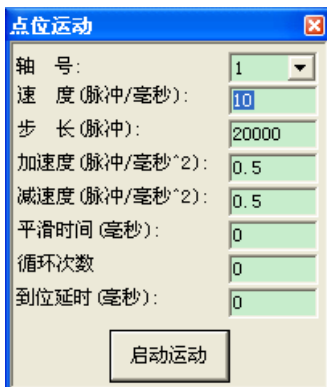

图 4-15 点位运动模块界面
- (1) 请确认控制器与端子板、端子板与驱动器之间已正确可靠地连接。
- (2) 请点击主界面菜单“视图”->“点位运动”，将会弹出点位运动模块对话框。如图4-15所示。
- (3) 选择控制轴号。然后输入运动参数，包括速度、步长、加速度、减速度及平滑时间。速度大于零、步长可正可负（正负决定运动方向）、加速度、减速度必须大于零、平滑时间 $[0, 50]$ 。
- (4) “循环次数”为往返的次数，默认参数为0。以图4-15中的参数为例，循环次数为0代表，第一轴按照设定的参数向前运动20000个脉冲，若循环次数设为1，则第一轴先正向20000，然后再负向运动20000个脉冲，以此类推。循环次数要大于等于零。
- (5) 点击“启动运动”，此时电机开始运动。